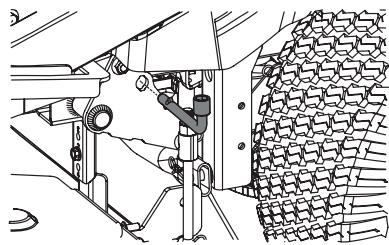

Figura 42
5. Utilice el pedal de elevación de la plataforma y la perilla de elevación de la plataforma para colocar la plataforma en su posición más baja y utilice la herramienta para usos múltiples para tratar los componentes de elevación de la plataforma en su lugar. Junto a la rueda trasera del lado izquierdo del tractor hay un par de orificios de alineación (uno sobre el bastidor y uno sobre el brazo de elevación de la plataforma) como se muestra en la Figura 42. Verifique que la herramienta está correctamente insertada en su totalidad, trabando el brazo de elevación de la plataforma en el bastidor.